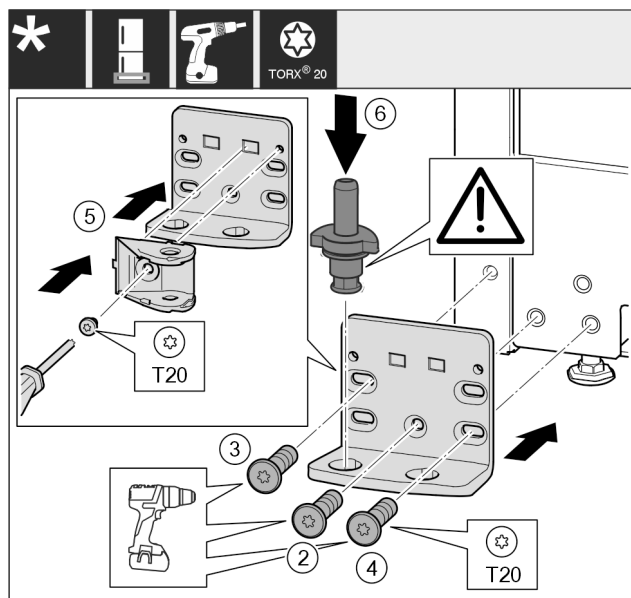

Fig. 48 *
- Nasad'te stojan ložiska na druhé straně a přišroubujte pomocí šroubováku. Začněte šroubem Fig. 48 (2) dole uprostřed.*
- Utáhněte šroub Fig. 48 (3) a šroub Fig. 48 (4).*
- Spojení tlumiče zavírání Fig. 48 (5) otočte o 180°. Šroubovákem přišroubujte na druhé straně stojanu ložiska.*
- Zcela vložte ložiskový čep Fig. 48 (6). Přitom dávejte pozor, aby zajišťovací vačka směřovala dozadu.*